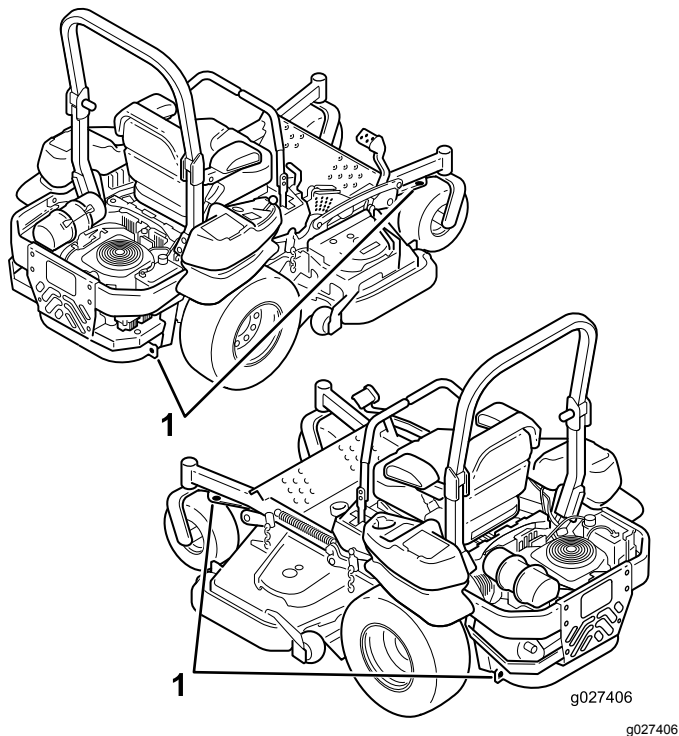

Figure 33
5. Servez-vous des points d'attache de la machine pour l'arrimer solidement sur la remorque ou le véhicule de transport au moyen de sangles, chaînes, câbles ou cordes (Figure 33).